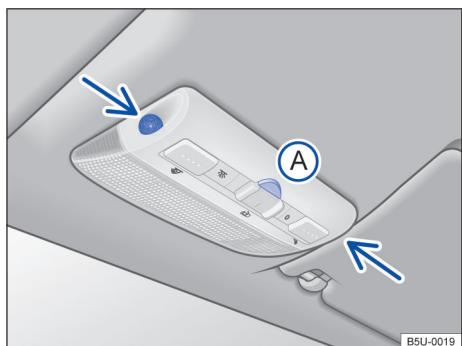

Fig. 49 No console do teto: sensores de monitoramento do interior do veículo e tecla **A** para desligar o monitoramento do interior do veículo.
- Pressionar a tecla → **Fig. 49 A**. No painel de instrumentos, a luz de controle  se acende.
O monitoramento do interior do veículo dispara o alarme com o veículo travado, se reconhecer movimentos no interior do veículo. O sensor e o receptor estão localizados no conjunto da lanterna de leitura → **Fig. 49** (setas).